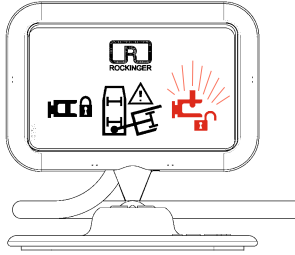

Abb. 17
- Funktion gemäß 3.1 Abb. 17 und 17a
- Die Fernanzeige zeigt den Kupplungszustand der Anhängerkupplung an. (Abb. 17, 17a)